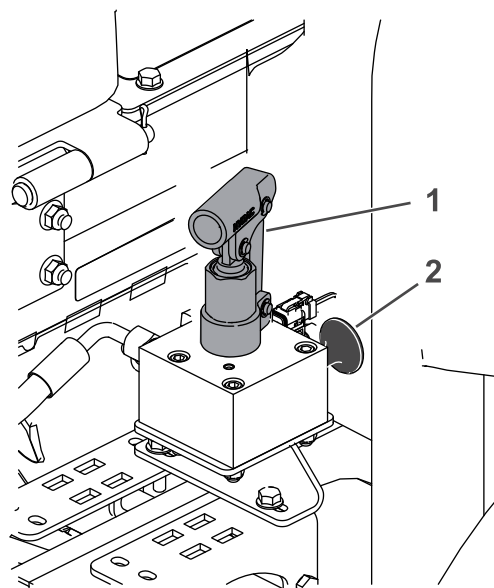

Рисунок 63
4. Найдите коллектор выключения тормозов рядом с передним правым колесом и за гидравлическим баком (Рисунок 63).